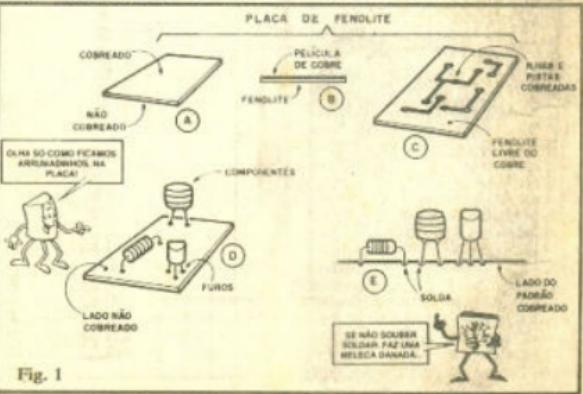

Fig. 1
- FIG. 1 - A base da técnica de montagem em Circuito Impresso é a placa "virgem" de fenólico (um material rijo e isolante) na qual, uma das superfícies é revestida por uma película metálica fina (cobre). Existe também, para aplicações mais avançadas, a placa double face (cobrada dos dois lados), mas veremos isso no futuro... Assim (fig. 1-A) um lado da placa é cobreado e o outro, não cobrado. Conforme se vê em 1-B, a película metálica, que inicialmente recobre todo o lado da placa, é muito fina (fração de milímetro, geralmente), de modo que, pela ação de ácidos específicos, pode ser removida em certas regiões. Retirando-se partes da superfície cobrada com tintas especiais ou mesmo desaliques plásticos ácido-resistentes, após a ação do ácido, "sobram" padões cobreados na forma de filetes (também
chamados de "pistas" ou "trilhas") e pequenos círculos (chamados de "ilhas" ou "bolinhas"). É justamente esse padrão cobreado sobrante (fig. 1-C) que perfaz as funções de interligar eletricamente os componentes, cujos terminais são inseridos em furos estratégicamente feitos no centro das ilhas ou bolinhas. Na fig. 1-D vemos como os componentes são acomodados sobre a placa (pelo lado não cobreado) tendo seus terminais ou "pernitas" enfisados nos respectivos furos (que, do outro lado, localizam-se no centro das ilhas...). Depois de inseridos nos seus lugares, os terminais dos componentes (fig. 1-E) são soldados às ilhas respectivas (pelo lado cobreado), sendo que as eventuais "sobras" (no comprimento...) desses terminais, posteriormente são "amputadas" com alicate de corte.